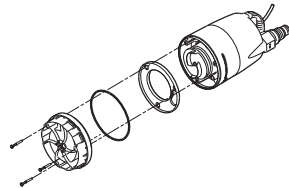

Abb. 11 Demontage des Fußstückes
3. Fußstück demontieren, siehe Abb. 11.